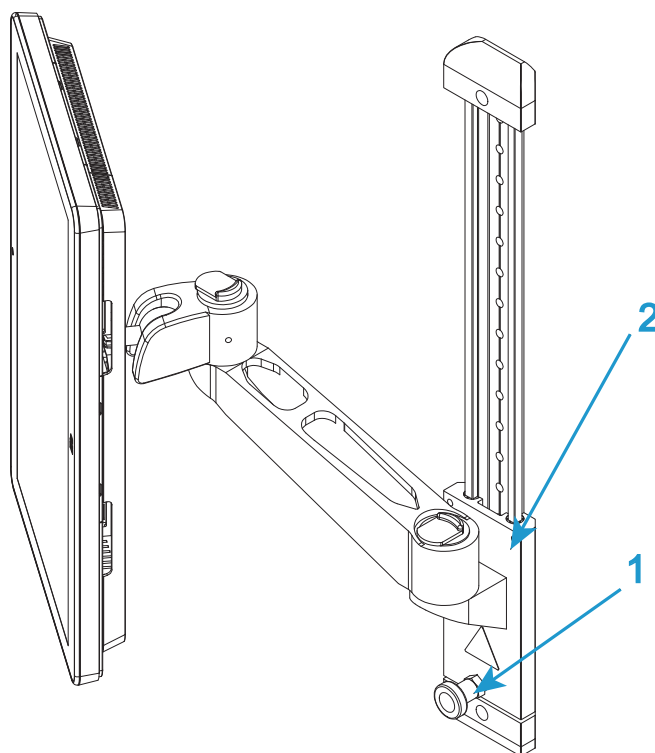

Figure 9. Réglage de la hauteur
1. Vous pouvez régler la hauteur du Tableau de bord de l'opérateur Bluehill® à la convenance de chaque opérateur. Desserrez le verrou (1 dans la Figure 9 à la page 50) et faites glisser le bras de montage (2 dans la Figure 9 à la page 50) à la hauteur souhaitée. Resserrez le verrou.